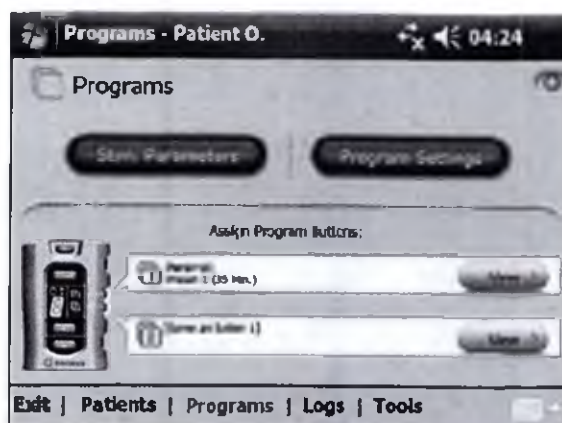
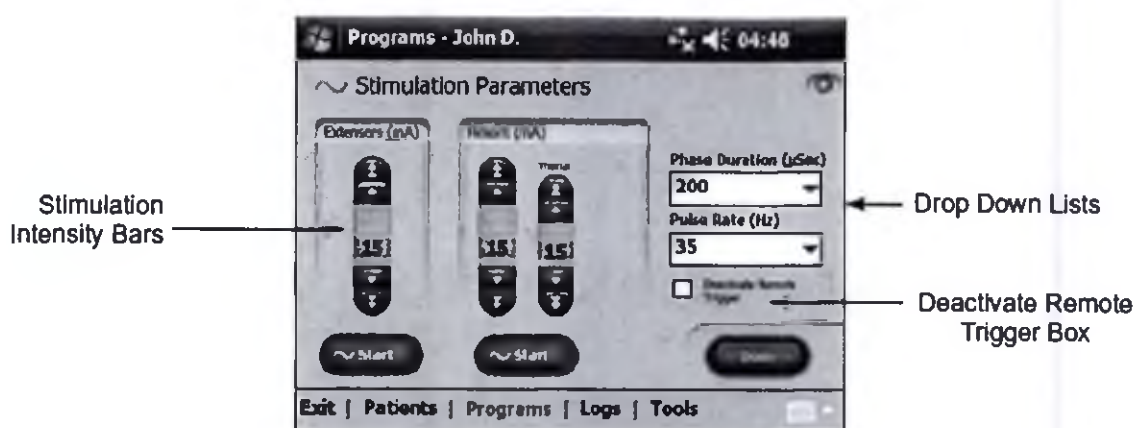

Рис. 8-15 Окно меню программ
Рис. 8-16 Окно параметров стимуляции
2. В меню Programs (см. рисунок 8-15), нажмите Stim. Parameters, чтобы открыть окно параметров стимуляции. Если запись пациента вновь создана, окно Stim. Parameters откроется автоматически. См. рисунок 8-16.